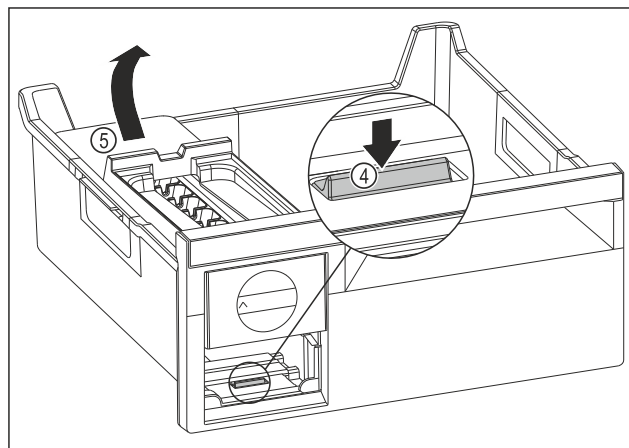

Fig. 78
- ▶ Odstranjevanje glavnega dela EasyTwist-Ice: Spono Fig. 78 (4) s prstom potisnite navzdol in hkrati z drugo roko glavni del EasyTwist-Ice Fig. 78 (5) od zadaj dvignite.